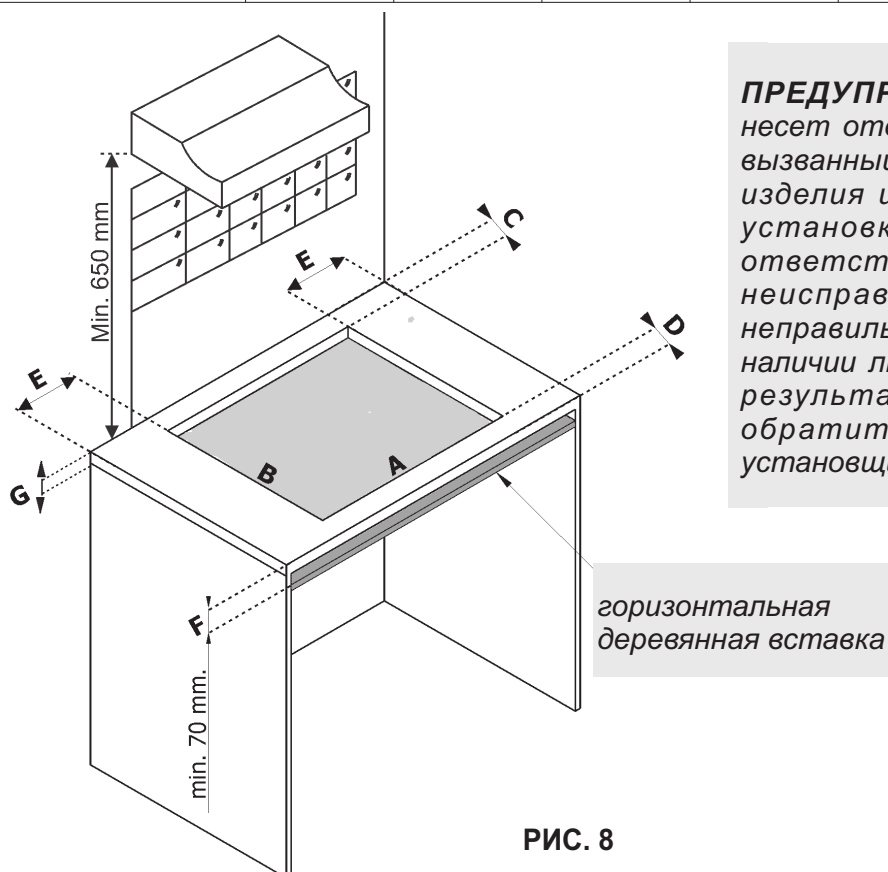

РИС. 8
На поверхности рабочего стола следует сделать прямоугольное отверстие для встраивания варочной поверхности, размеры которого приведены на рис. 8. Предварительно следует проверить соответствие минимальных допусков между поверхностью, боковой и задней стенками. Подвесные полки или вытяжки следует устанавливать на высоте не менее 650 см от поверхности прибора (см. рис. 8).
- Чтобы избежать каких-либо нарушений в работе платы, поместите деревянную панель (разделитель) под плиту, установленную на рабочей поверхности, на расстоянии 70 мм от нижней части доски и привинтите ее винтами (Рис. 8). Панель должна быть установлена таким образом, чтобы ее можно было снять в любое время и вставить на диск.